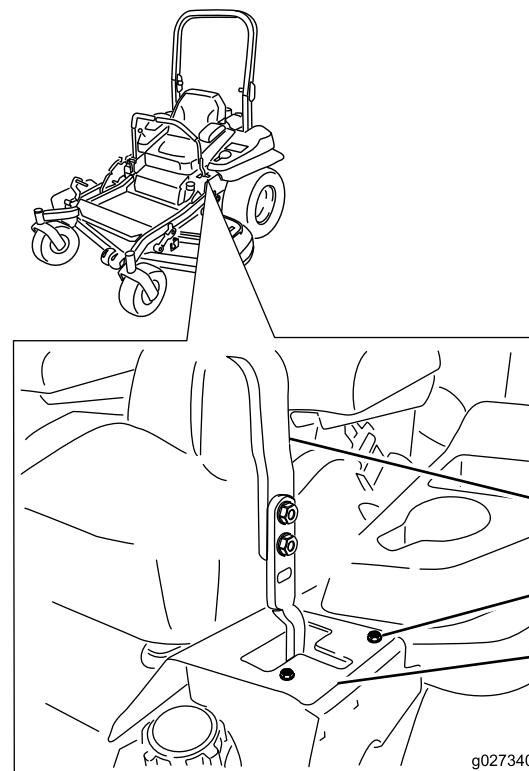

Figure 59
6. Si elle se déporte à droite, desserrez les boulons et déplacez la plaque de butée gauche en arrière sur la fente en T droite, jusqu'à ce que la machine se déplace en ligne droite (Figure 59).
7. Si elle se déporte à gauche, desserrez les boulons et déplacez la plaque de butée droite en arrière sur la fente en T droite, jusqu'à ce que la machine se déplace en ligne droite (Figure 59).
8. Serrez les boulons de la plaque (Figure 59).